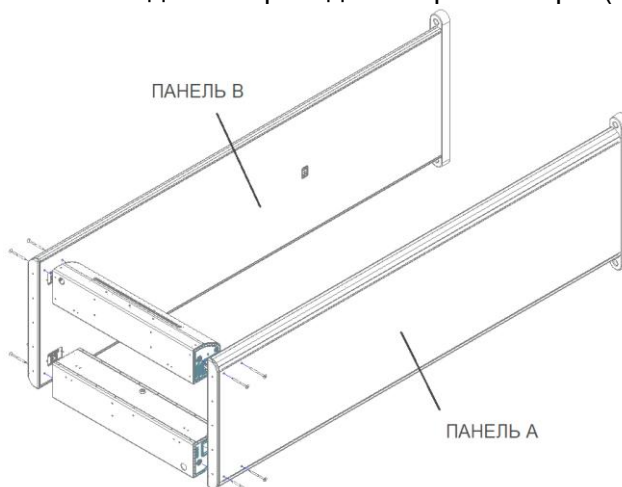

Рисунок 2
2. Положите упаковку от металлодетектора на пол, для предотвращения царапин, сверху положите блок управления, клавиатурой вниз. (см. Рисунок 2).
3. Рисунок 2). Откройте крышку блока управления ключом из комплекта.